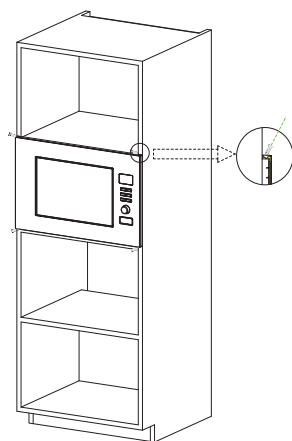

Fig. 2
b) Utilisez les vis fournies pour fixer le four à micro-ondes dans le meuble. (Fig. 2)